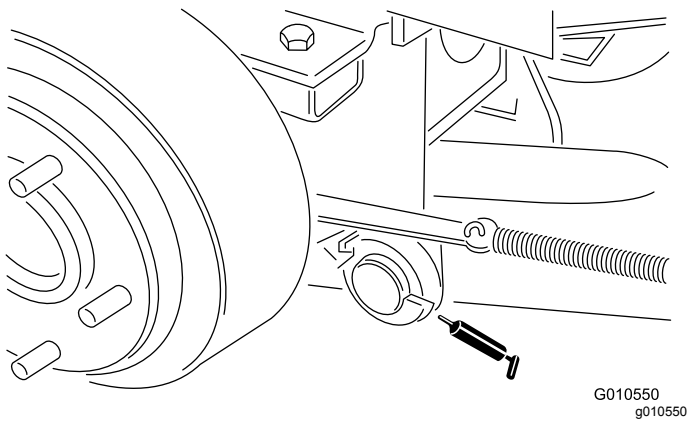

Bild 18
- Hubarmgelenke, hinten (2) (Bild 18)